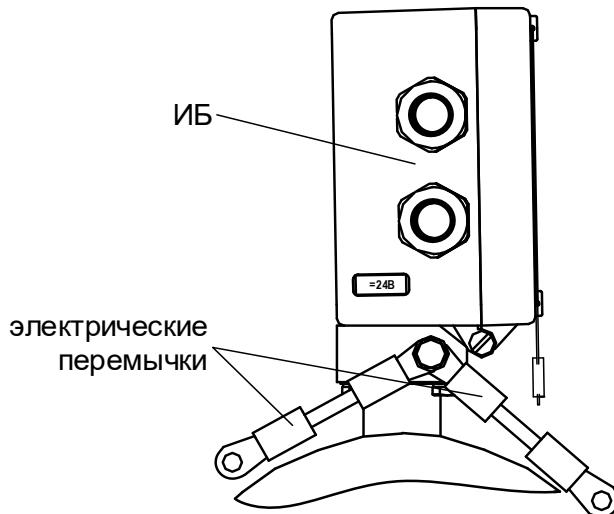

Рис.11. Электрические перемычки на ИБ расходомера.
3.6.3. Только при монтаже ЭМР в металлический трубопровод (рис.А.1, А.5 Приложения А), либо с использованием металлических фланцеванных патрубков (рис.А.6 Приложения А) для обеспечения электрической цепи между ИБ и рабочей жидкостью следует присоединить электрические проводники (перемычки) сечением не менее 4 мм^2 , закрепленные винтом на ИБ (рис.11), с ответными фланцами до и после расходомера.